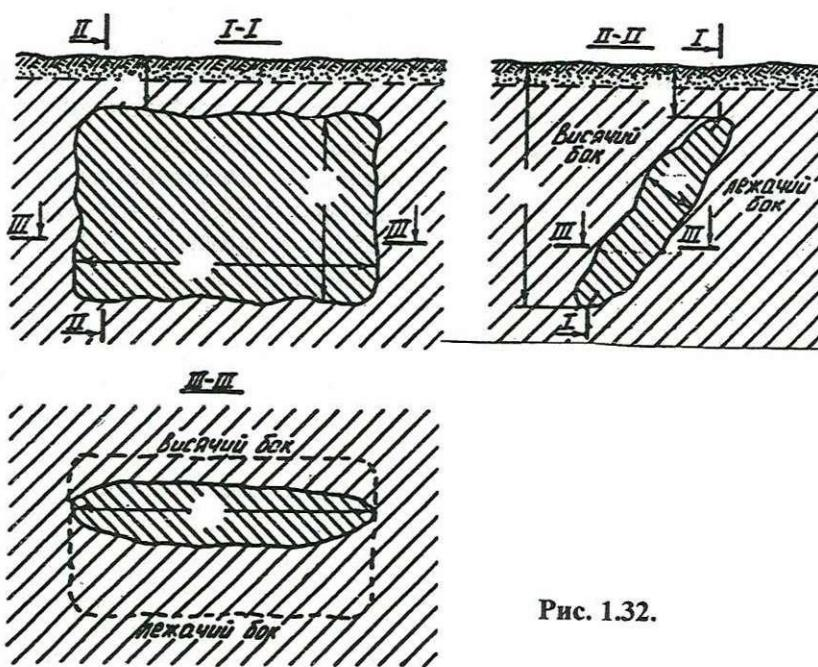

Рис. 1.32.
30. На каких разрезах (рис.1.32) можно показать длину месторождения по простирианию?